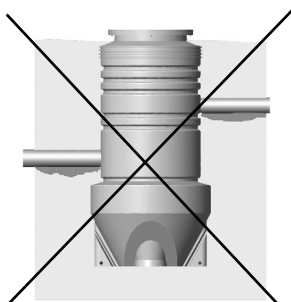

Fig. 18 Utilstrækkelig komprimering under rør
*Komprimer tilbagedyldet under indløbs- og udløbsrør så de ikke bliver udsat for belastning, når tilbagedyldet sætter sig. Se fig. 18.*